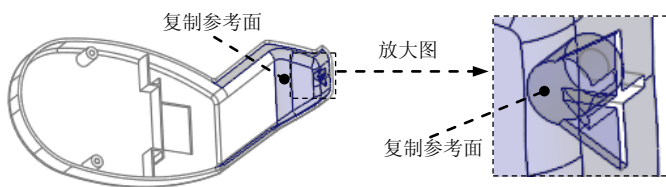

图 26.16 复制参考面
(1) 将坯料、分型面遮蔽，将参考模型取消遮蔽，选取图 26.16 所示的模型表面。
(2) 单击 **模具** 功能选项卡 **操作** ▾ 区域中的“复制”按钮.
(3) 单击 **模具** 功能选项卡 **操作** ▾ 区域中的“粘贴”按钮。系统弹出“曲面：复制”操控板
(4) 在“曲面：复制”操控板中单击  按钮。